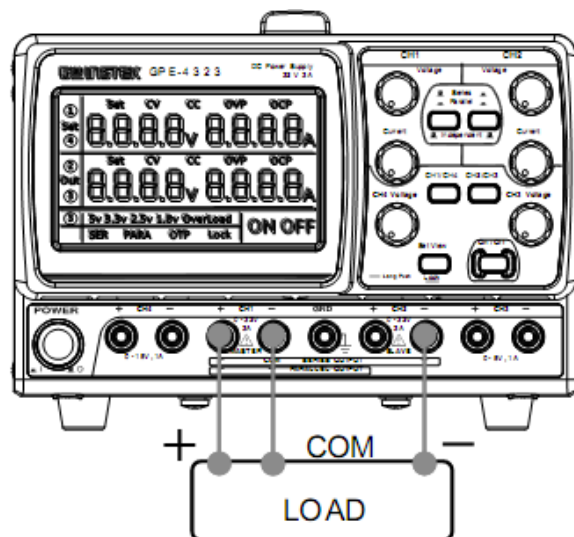

Рис. 6.4. Подключение нагрузки к источнику положительного/ отрицательного напряжения
- При необходимости питать нагрузку одновременно напряжением положительной и отрицательной полярности подключение произвести в соответствии с рис. 6.4. В этом случае выходное напряжение соответствующей полярности будет изменяться от 0 до номинального значения. Общий провод COM подключается к минусовой клемме канала 1.